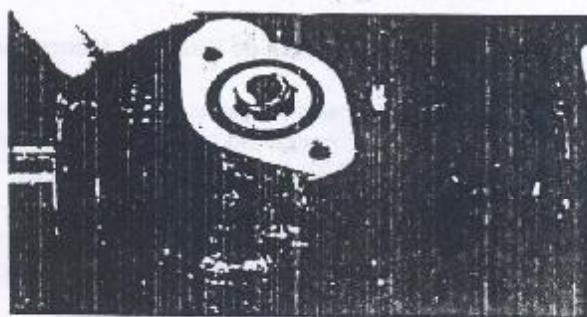

Figura 4.19.7 - Mola e tucho
7. Remover a mola, o anel de vedação, e o tucho de encosto da cremalheira (Figura 4.19.7).
5. Posicionar o tucão de encosto da cremalheira, a mola, e o anel de vedação, na carcaça da caixa de direção (Figura 4.19.7).